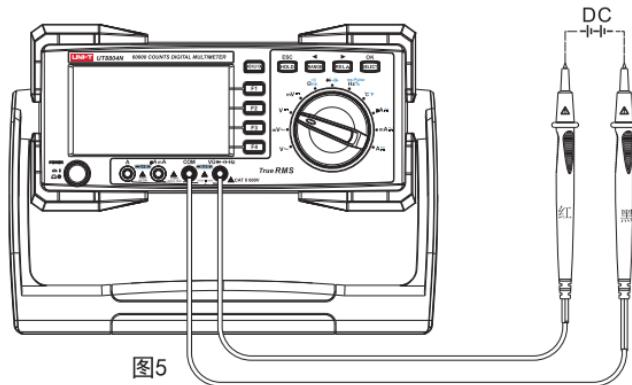

图5
- (1) 将红表笔插入 "V" 插孔，黑表笔插入 "COM" 插孔。
- (2) 将仪表的旋转开关转到 **V...DC**，如图5，将表笔并联待测电源或负载上。